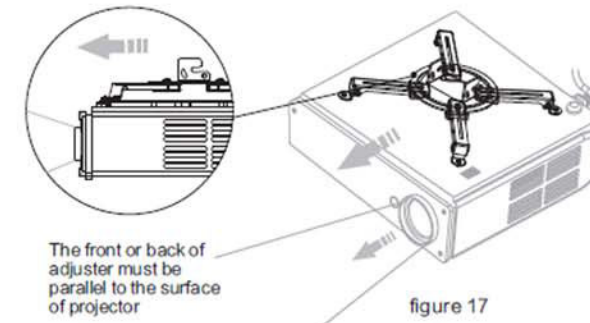

figure 17
- 5.) Die Montagehalterung muss parallel zur Unterseite des Projektors montiert werden. (siehe figure 17)